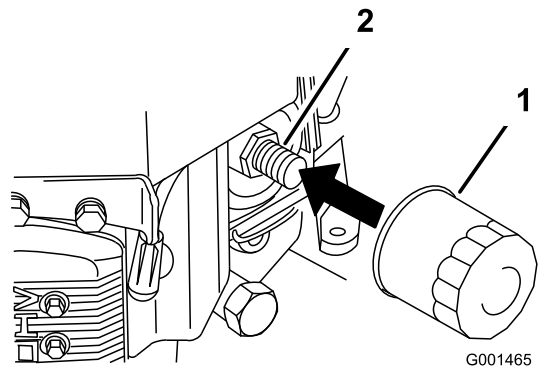

Figure 28
2. Retirez le filtre usagé (Figure 28).
3. Appliquez un mince film d'huile neuve sur le joint en caoutchouc du filtre de rechange (Figure 28).
4. Posez le filtre à huile de rechange sur l'adaptateur, tournez le filtre dans le sens horaire jusqu'à ce que le joint en caoutchouc touche l'adaptateur, puis serrez le filtre de 3/4 de tour supplémentaire (Figure 28).